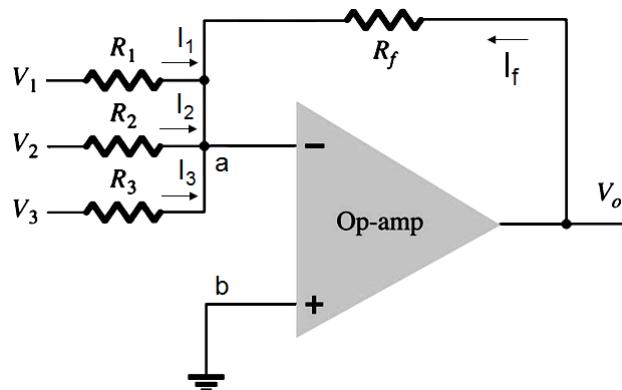

Figura 3.22 – AOP somador inversor de 3 entradas (BOYLESTAD e NASHELSKY, 2004).
A Figura 3.22 apresenta a topologia de um AOP somador inversor de 3 entradas. O ganho do circuito é definido pela relação entre o resistor de realimentação  $R_f$  e o resistor de cada entrada.
► EF 32 – Calcular a tensão de saída do circuito da Figura 3.22, para as seguintes situações: